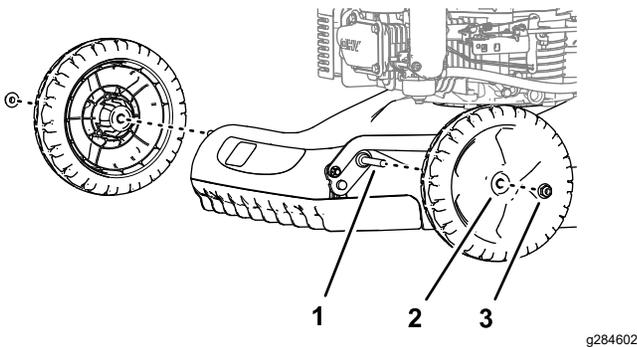

Figure 5
1. Retirez le contre-écrou à embase ( $\frac{3}{8}$ " ) qui fixe la roue à l'arbre de roue et déposez la roue (Figure 5).